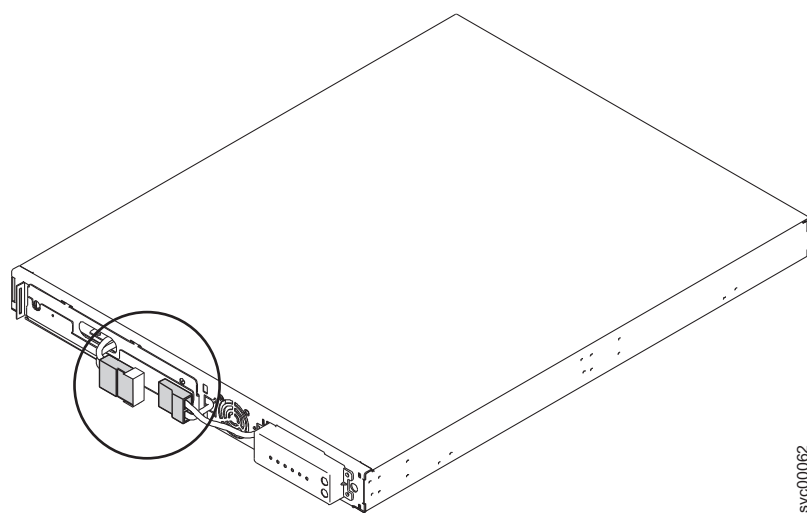

図 345. 保護テープ付きの 2145 UPS-1U 内部バッテリー・コネクタ
6. 保護テープを内部バッテリー・コネクタ (図 345 の円内) から取り外します。